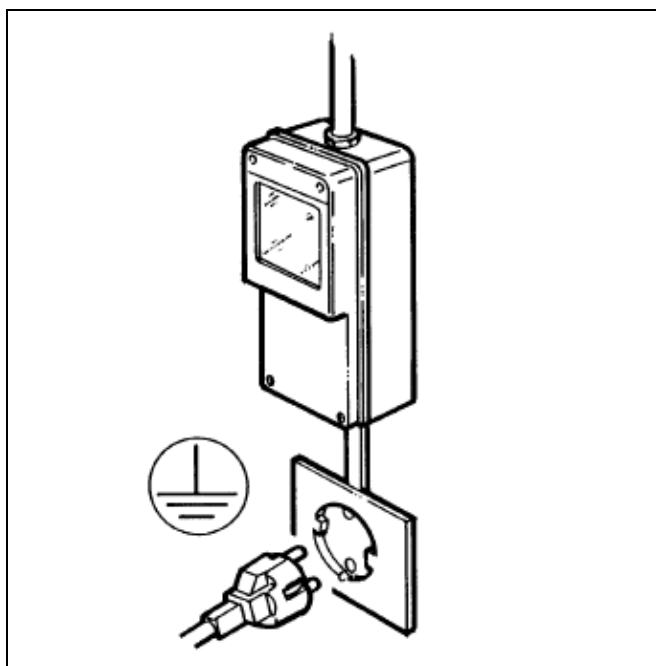

Fig. 3
- Accertarsi che il collegamento sia effettuato ad un impianto dotato di un efficace messa a terra come previsto dalle vigenti normative di sicurezza (fig.3). Il costruttore non può essere quindi considerato responsabile per eventuali danni causati dalla mancata messa a terra dell'impianto.
- E' indispensabile, per una corretta e sicura installazione, predisporre un'apposita presa comandata da un interruttore magnetotermico con distanza d'apertura dei contatti uguale o superiore a 3mm, conforme alle vigenti normative nazionali di sicurezza (fig.3).